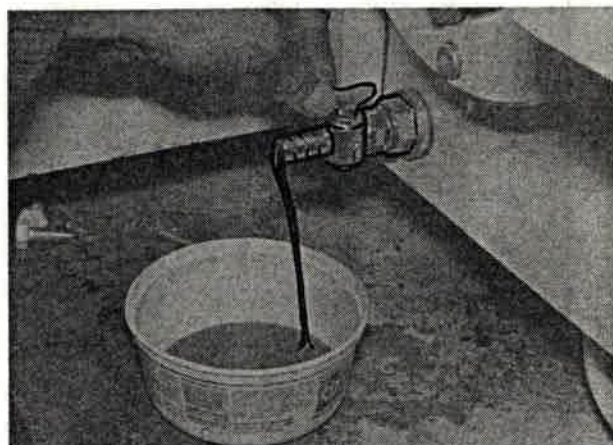

Bild 92
1. Absperrhahn (Bild 92) öffnen.